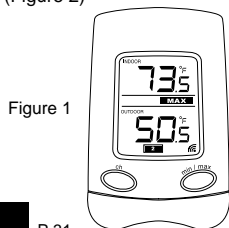

Figure 1
1. La station de température (Figure 1)